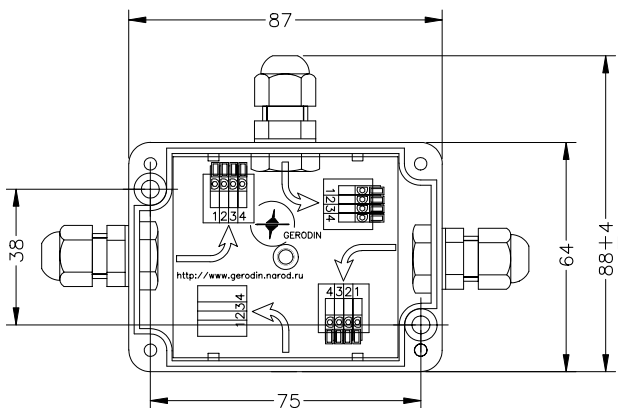

Рис. 4. РП-3-б.
- допуски в габаритных размерах РП-3/4 (см. рис. 4...6) соответствуют величине перемещения подвижной части герметизированных вводов при фиксации/высвобождении кабеля;